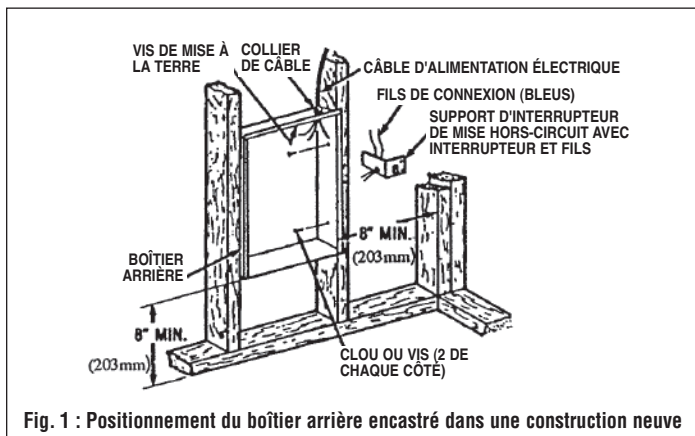

Fig. 1 : Positionnement du boîtier arrière encastré dans une construction neuve
- Fixation du boîtier arrière (voir figure 1).
- Bloquer le boîtier arrière en position avec des vis à bois ou des clous comme illustré sur la figure 1.
- Câblage de l'alimentation électrique (voir la figure 1)